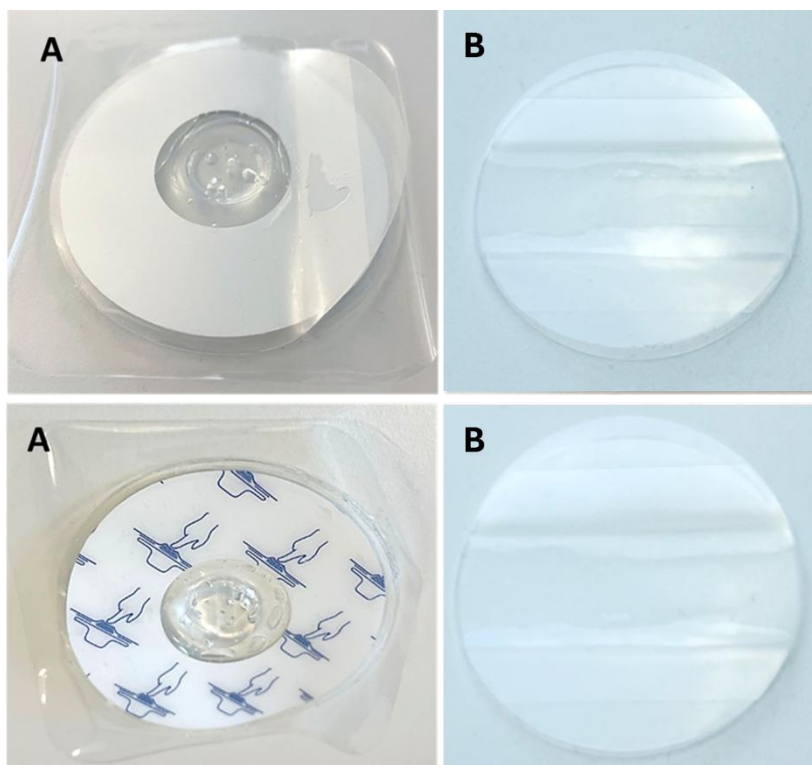

Figure 6. DXT Tape Kit. A : DXT Anterior Tape, B : bande adhésive postérieure.
Le DXT Tape Kit est spécialement conçu pour fixer le DXT Sensor Kit au patient et se compose du DXT Anterior Tape (A) et du DXT Posterior Tape (B) (Figure 6).